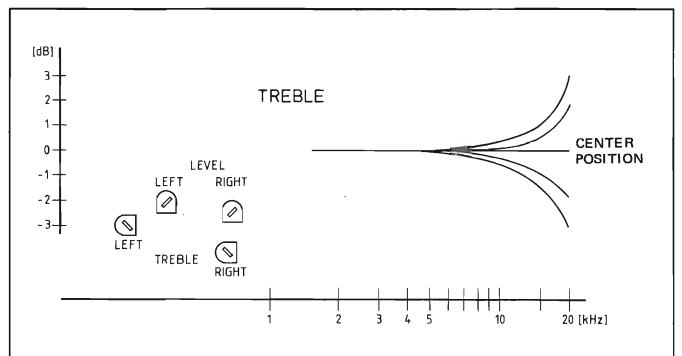

Fig. 5.3
- bei Pegelton (250 nW/m) mit Trimpotentiometer R36 bzw. R81 (Level) auf INPUT/OUTPUT auf eine Ausgangsspannung von +2 dBu (0,97 V) einstellen (Fig. 5.3)
- mit Trimpotentiometer R39 bzw. R82 (Treble) bei 16 kHz auf geraden Wiedergabe-Frequenzgang einstellen (Fig. 5.3)